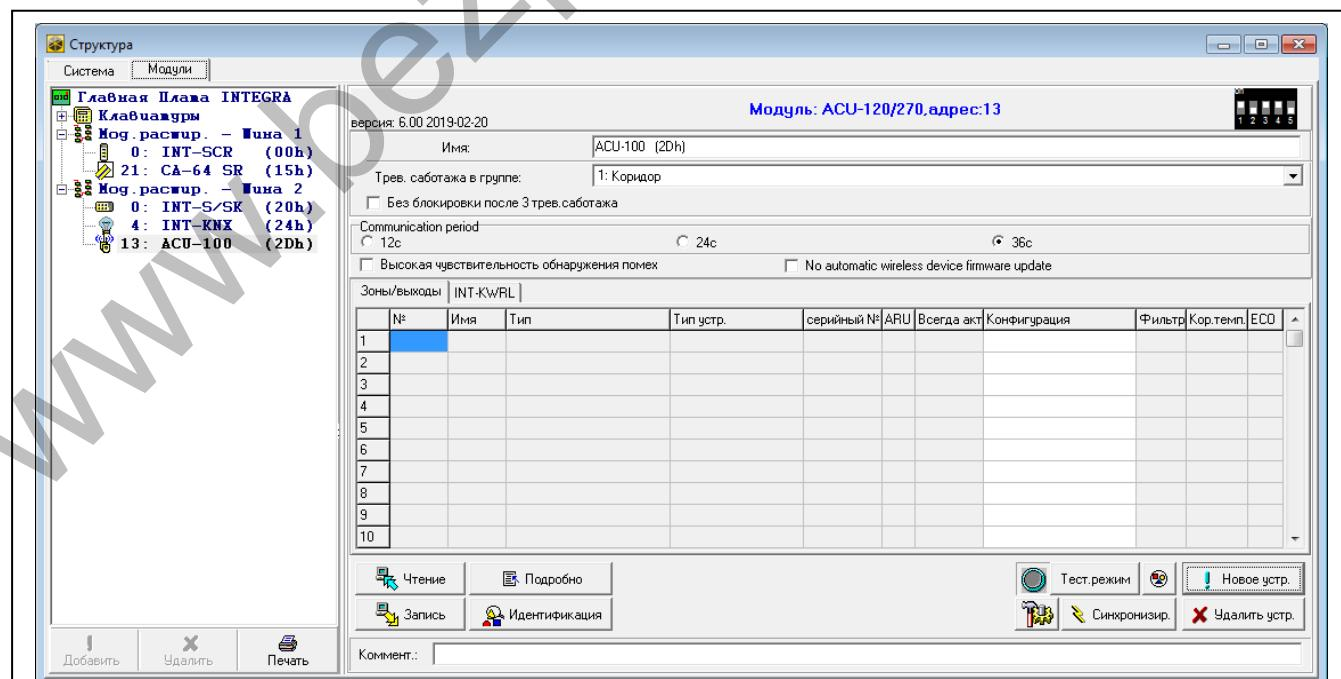

Рис. 21. Программа DLOADX: параметры и опции контроллера, подключенного к прибору INTEGRA / INTEGRA Plus.
- программа DLOADX: окно «Структура» →закладка «Модули» →ветка «Модули расширения» →[название контроллера] (рис. 21).